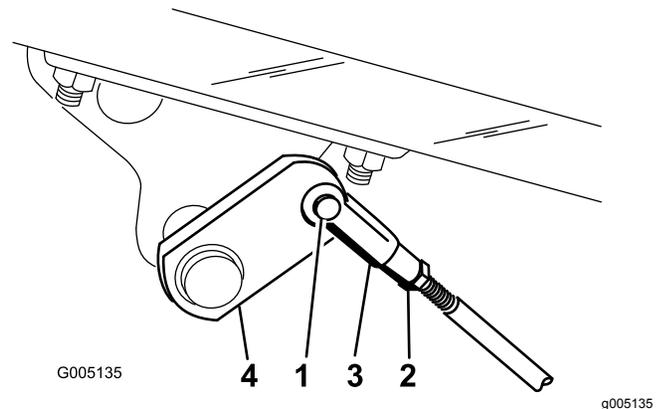

Figura 45
- A. Desengate as barras dos travões, retirando o respetivo contrapino e passador de forquilha (Figura 45).
- B. Liberte a porca de bloqueio e efetue o ajuste do passador de forquilha (Figura 45).
- C. Monte o passador de forquilha no eixo do travão (Figura 45).